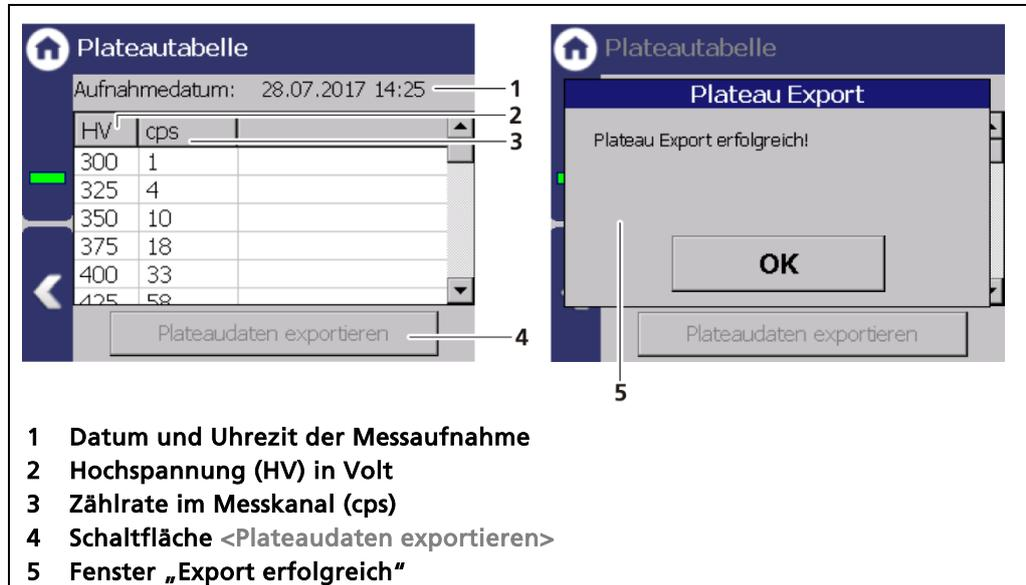
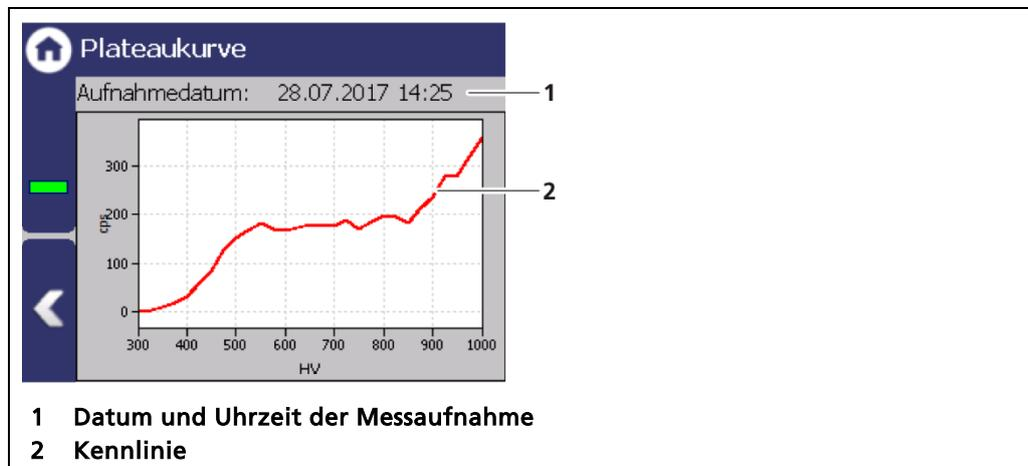

Abb. 67 Plateautabelle
Abb. 68 Plateaukurve
- ▶ Die aufgenommenen Werte werden eingelesen und in die Tabelle (Abb. 67) eingetragen, die Plateaukurve (Abb. 68) gezeichnet und automatisch gespeichert.
2. Klicken Sie die Schaltfläche <Plateaudaten exportieren> (Abb. 67, Pos.5) an.
Im Untermenü „Plateaukurve“ wird die abgebildete Kennlinie (Abb. 68, Pos.2) der letzten vollständigen Plateaumessung dargestellt.